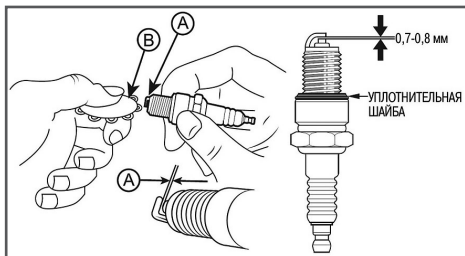

Рис. 22 Зазор между электродами свечи зажигания
3. Выкрутите из топливного бака выходной штуцер 4 и производите его очистку (Рис. 22). Внимательно осмотрите сетчатый фильтр. При обнаружении механических повреждений замените штуцер топливного бака.
4. Измерьте зазор А между электродами свечи зажигания специальным щупом В (Рис. 22). Зазор должен быть 0,7-0,8 мм (Рис. 22). При увеличении или уменьшении требуемого зазора, рекомендуется заменить свечу, так как ре-